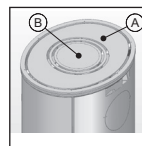

Abb. 1
Nehmen Sie die Topplatte (A) (Abb. 1) des Kaminofens vorsichtig ab und legen diese an einem geschützten Platz ab. Achten Sie beim Abnehmen der Topplatte darauf, dass der aufgelegte Blinddeckel (B) (Abb. 1) nicht herunterfällt und beschädigt wird. Je nach Modell ist die Topplatte des Kaminofens entweder nach oben zu entnehmen oder muss vorab durch Parallelverschiebung zur Vorderseite entsichert werden.